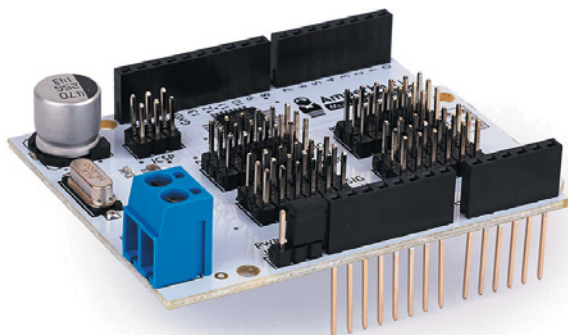

Рис. 4.83. Multiservo Shield
- *платы расширения портов*, например Mega Proto Shield или Тройка Shiled; Multiservo Shield (рис. 4.83), расширяют возможности основной платы добавлением портов, иногда собственного формата. К этим портам можно быстро подключать совместимые модули (такие, как Тройка-модули)